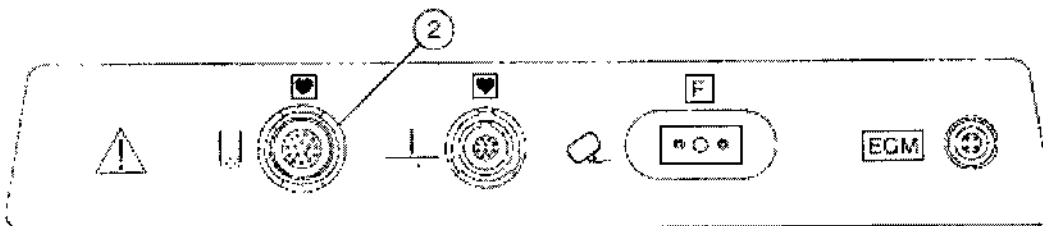

Figura 3-9. Puerto del dispositivo bipolar
2. Inserte el conector de varias clavijas del dispositivo de ablación bipolar en el puerto del dispositivo bipolar situado en el lado derecho del generador hasta que quede bloqueado en posición (Figura 3-9). No fuerce la conexión.